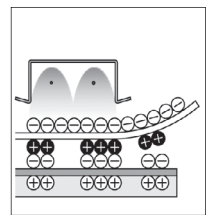

図4
- (4)転写：感光体と紙を重ねて紙側からマイナスの高電圧をかけるとプラスのトナーが紙のマイナスの静電気に引っ張られて紙にくっ付きます(図4)。